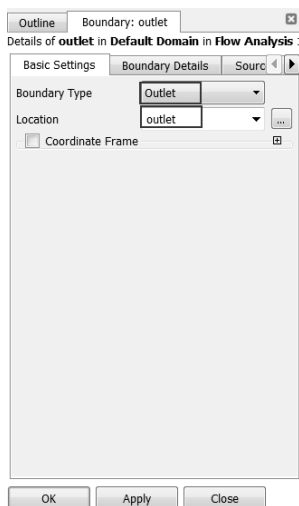

图 17-27 添加出口
Step11 : 同样, 单击工具栏中的  (边界设置) 按钮, 在弹出的对话框中输入 outlet, 单击 OK 按钮, 在出现的如图 17-27 所示的 Boundary : Outlet 对话框中做如下设置。